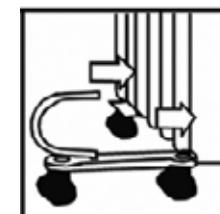

Fig. 2
3. Montați setul pe partea inferioară a unității (Fig. 2, 3).